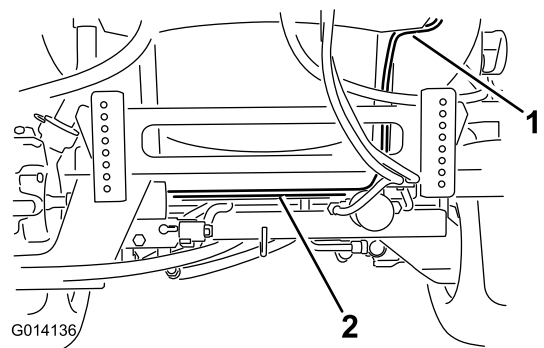

图14
1. 找到软管卷控制箱的电气线束。将较长的带环形端子和保险丝接头的线束，穿过药缸滑轨后部以及喷洒臂提升器支架后面的车架（图14）。用塑料扎带将线束紧固到机架上。